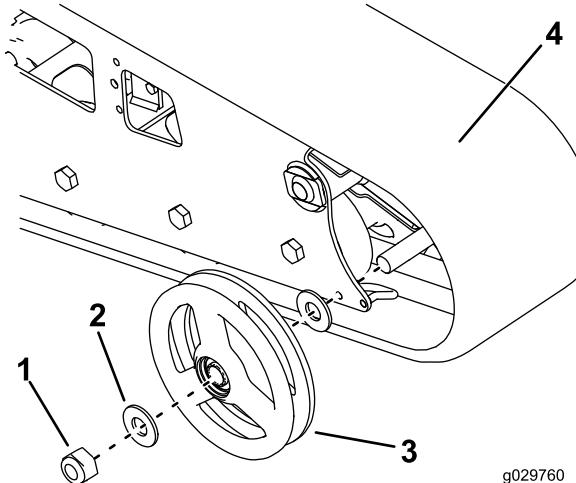

Рисунок 57
- Отверните гайку, которая крепит внешнее колесо переднего катка, и снимите колесо (Рисунок 57).
- Снимите гусеницу (Рисунок 57).
- Снимите две большие шайбы с внешних катков, по одной с каждой стороны катка (Рисунок 57).
- Установите новую гусеницу (Рисунок 57).
- Установите внешнее колесо переднего катка и закрепите его снятой ранее гайкой (Рисунок 57).